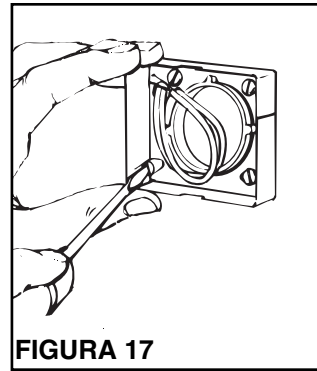

FIGURA 17
2. Véase la Figura 17. Para algunas construcciones de pared de cartón-yeso o paneles, el marco de yeso se extenderá más allá de la pared terminada. En este caso, quite el marco de yeso de la abrazadera de montaje quitando los tornillos de montaje.